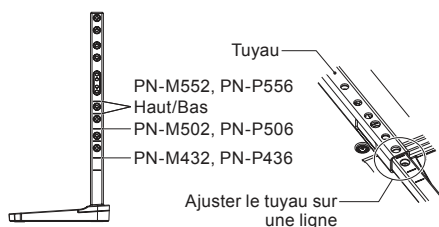

Figure 1
- Les lignes sur le mât du support sont des indicateurs associés au réglage de la hauteur (Figure 1). Effectuez les ajustements en fonction de ces lignes.